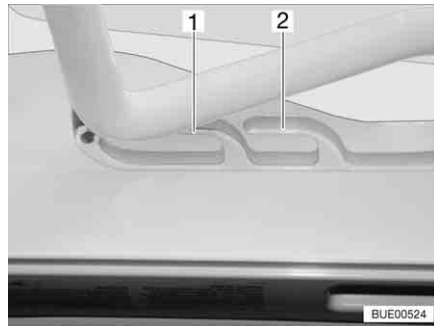
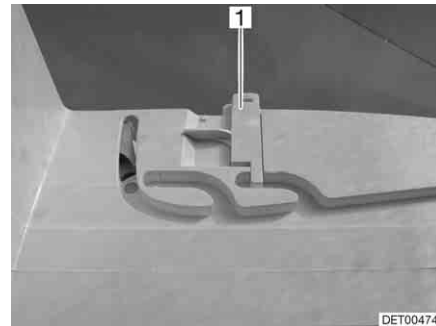

Fig. 67 Oblò Heki in posizione di ricircolo d'aria
Fig. 68 Bloccaggio della posizione di ricircolo d'aria
È possibile portare l'oblò Heki in due posizioni di ricircolo d'aria: Posizione brutto tempo (Fig. 67,1) e posizione centrale (Fig. 67,2). A seconda del modello è possibile bloccare l'oblò nella posizione centrale con il chiavistello (Fig. 68,1).
- Premere la staffa leggermente verso l'alto, spingerla nella guida selezionata (Fig. 67,1 o 2) ed eventualmente bloccarla.